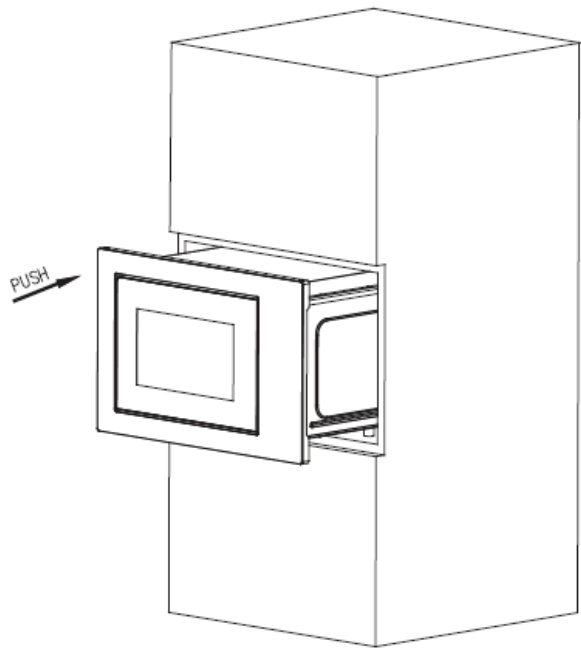

Fig.1
**1- Setzen Sie den Mikrowellenherd in den Einbauschränk ein und schieben Sie ihn bis zum Anschlag nach vorne. (Abb. 1)**